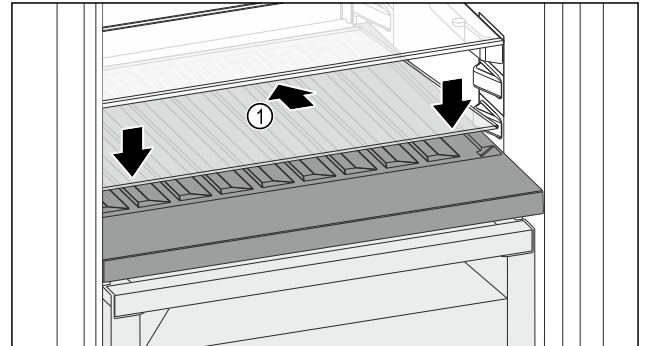

Fig. 151
- ▶ Glasplatte Fig. 151 (1) schräg und nach hinten unten geneigt ansetzen.
- ▶ Glasplatte Fig. 151 (1) vorne absenken.